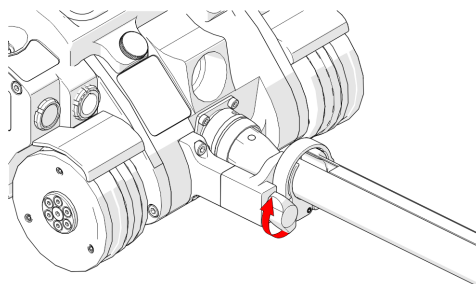

Abbildung 2-117 Festziehen des Flügelknopfes
2. Ziehen Sie die Flügelschraube der Kabelführungsklemme fest (siehe Abbildung 2-117 auf Seite 123).